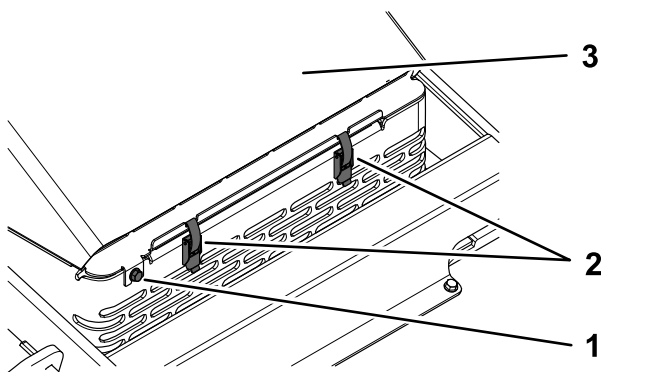

Рисунок 37
3. Ослабьте запорный винт капота (Рисунок 37).
4. Нажмите на капот вниз и удерживайте нажатым, чтобы отпустить 2 защелки (Рисунок 37).
5. Поднимите капот, чтобы открыть его (Рисунок 37).
2. Затяните запорный винт капота (Рисунок 37).